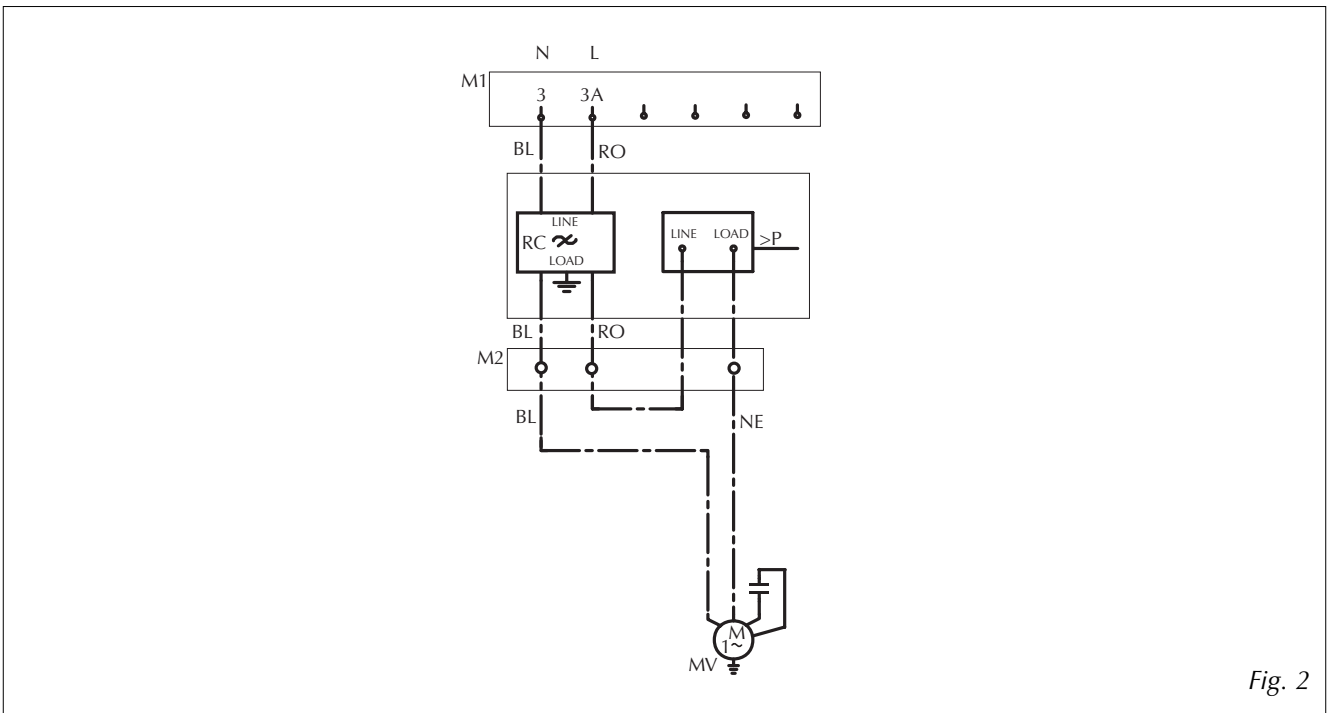

Fig. 2
- fissare il pressostato (1) alla scatola elettrica (2) con le viti (3);
- fissare il filtro RC (4) utilizzando le due viti (5);
- collegare i poli dal lato LINE del filtro RC ai morsetti 3 e 3A (utilizzare i cavi in dotazione, blu (BL) per 3 e rosso (RO) per 3A);
- collegare il cavo blu del motore ventilatore al morsetto collegato al filtro RC con il cavo blu (BL);
- verificare che i collegamenti siano eseguiti come da schema elettrico (Fig. 2);
- fissare alla presa di pressione (6) sul tubo premente il raccordo (7); si ha in questo modo una presa di pressione per le eventuali operazioni di controllo;
- collegare il capillare (8) del pressostato sul raccordo;
- fixez le pressostat (1) au boîtier électrique (2) avec les vis (3);
- fixez le filtre RC (4) à l'aide des deux vis (5);
- connectez les pôles du côté LINE du filtre RC aux bornes 3 et 3A (utilisez les câbles fournis, bleu (BL) pour 3 et rouge (RO) pour 3A ;
- connectez le câble bleu du moteur ventilateur à la borne reliée au filtre RC avec le câble bleu (BL) ;
- vérifiez que les raccordements ont été exécutés tel qu'indiqué sur le schéma électrique (Fig. 2) ;
- fixez le raccord (7) à la prise de pression (6) sur le tube refulant ; vous obtenez ainsi une prise de pression pour les opérations de contrôle éventuelles ;
- connectez le capillaire (8) du pressostat sur le raccord ;
- fix the pressure switch (1) to the electric box (2) with the screws (3);
- fix the RC filter (4) using the two screws (5);
- connect the poles from the side LINE of the RC filter to the 3 and 3A clamps (use the cables supplied, blue (BL) for 3 and red (RO) for 3A);
- connect the blue cable of the fan motor to the clamp connected to the RC filter with the blue cable (BL);
- verify the connections are executed as for wiring diagram (fig. 2);
- fix to the pressure outlet (6) on the tube pressing the connection (7); in this way, you have a pressure outlet for eventual control operations;
- connect the capillary tube (8) of the pressure switch on the connection;
- Pressostat (1) mit den Schrauben (3) am elektrischen Gehäuse (2) befestigen;
- RC-Filter (4) mit den beiden Schrauben (5) befestigen;
- die Pole auf der Seite LINE des RC-Filters an die Klemmen 3 und 3A anschließen (die mitgelieferten Kabel, blau (BL) für 3 und rot (RO) für 3A verwenden);
- das blaue Kabel des Ventilatormotors an die Klemme anschließen, die durch das blaue Kabel (BL) mit dem RC-Filter verbunden ist;
- sicherstellen, dass die Anschlüsse gemäß Stromlaufplan durchgeführt wurden (Abb. 2);
- Anschlussstutzen (7) am Schraderventil (6) am Druckrohr befestigen; auf diese Weise steht das Schraderventil für eventuelle Kontrollarbeiten zur Verfügung;
- Kapillarrohr (8) des Pressostats am Anschlussstutzen anschließen;